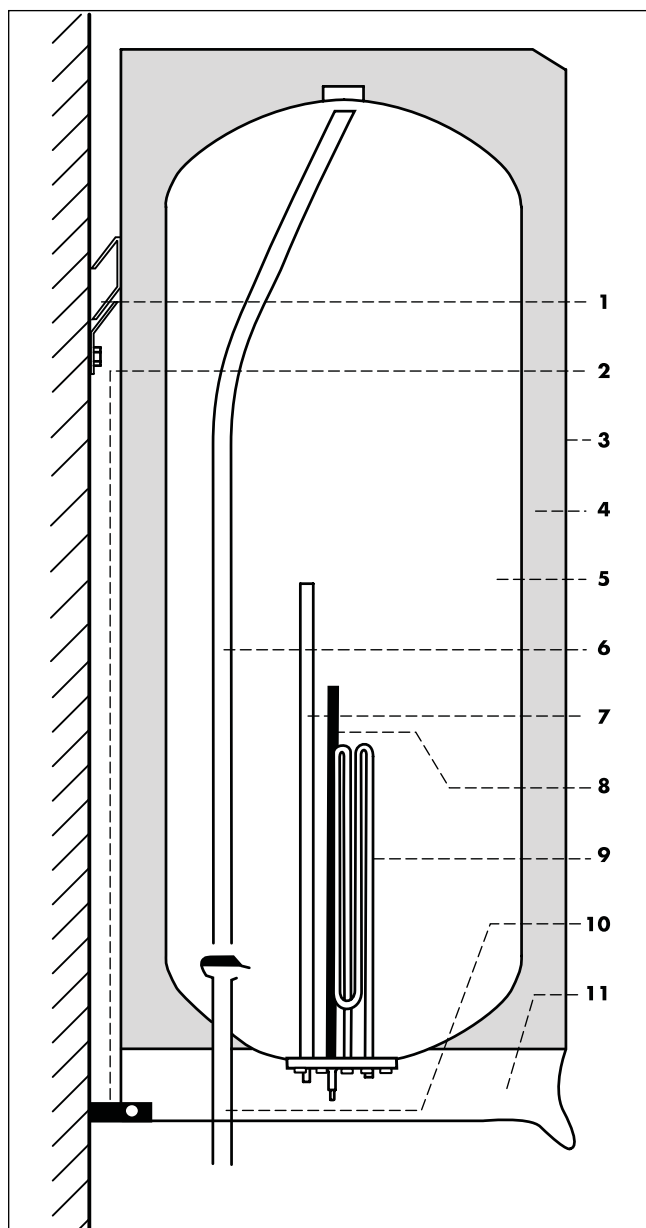

Рис. 1 Устройство VEH...classic
см. рис. 1
Водонагреватель подключается в закрытые системы горячего водоснабжения и находится всегда под сетевым давлением воды: вода в водонагревателе не имеет доступа к атмосфере. При открытии крана горячей воды в смесителе, холодная вода поступает по трубе подачи холодной воды (10, рис. 1) и выталкивает горячую воду из емкости (5) через трубку разбора горячей воды (6).